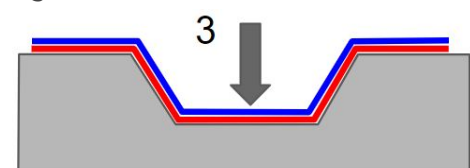

Fig.5
5) Una volta che la pellicola è entrata in contatto con la superficie, premere con decisione servendosi di una spatola in plastica o delle dita, quando occorre. Questo passaggio è fondamentale per eliminare l'aria intrappolata sotto il materiale. Se necessario, eliminare eventuali bolle d'aria forandole. Fig.5